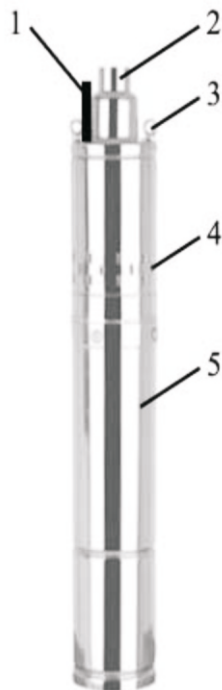

Рис. 2
8. Общий вид насоса представлен на рис. 2